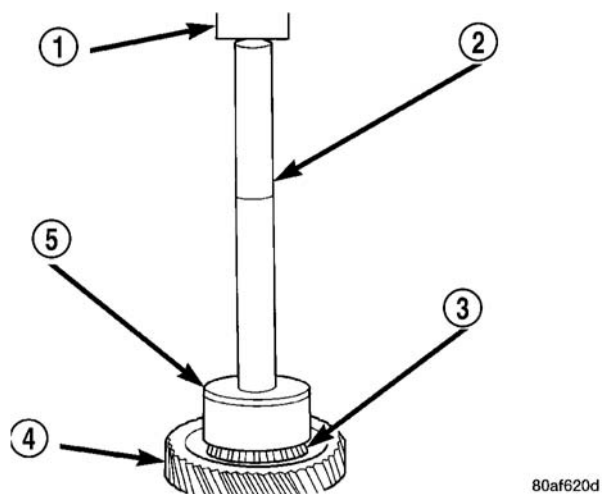

图 119 安装动力传输轴齿轮轴承内圈
(30) 用工具 5052 将动力传输轴齿轮轴承内圈安装在动力传输轴上 (图 119)。